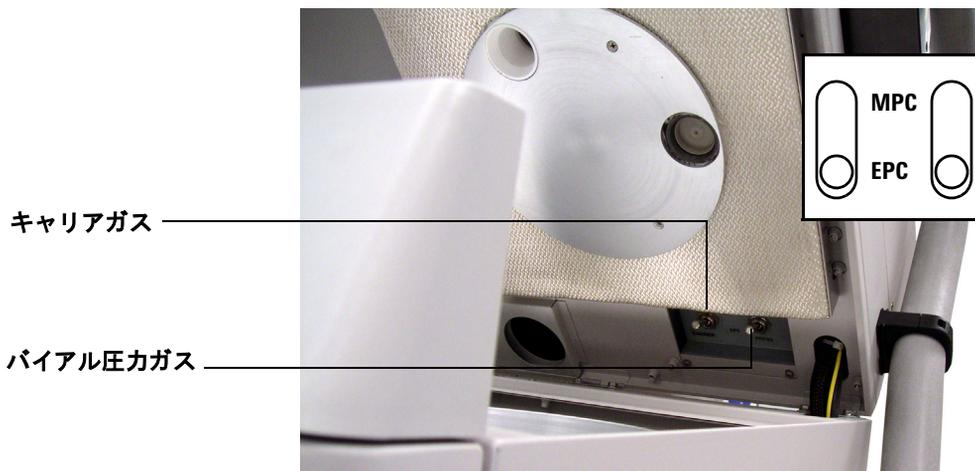

図 9 圧力コントロールトグルスイッチ
- 2 Headspace Sampler のふたの底面にある、キャリアガスとバイアル加圧ガスのトグルスイッチを所定の位置に設定します。図 9を参照してください。出荷時は、MPC に設定されています。